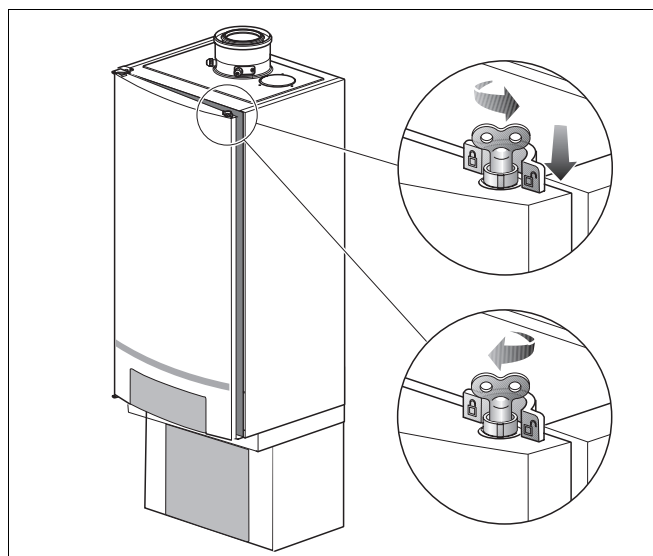

fig. 12 Openen deur
- Open het slot van de deur, door deze met een ontluuchtingsleuteltje een kwart omwenteling linksom te draaien (fig. 12).
- Druk het slot naar beneden (fig. 12) en open de deur.